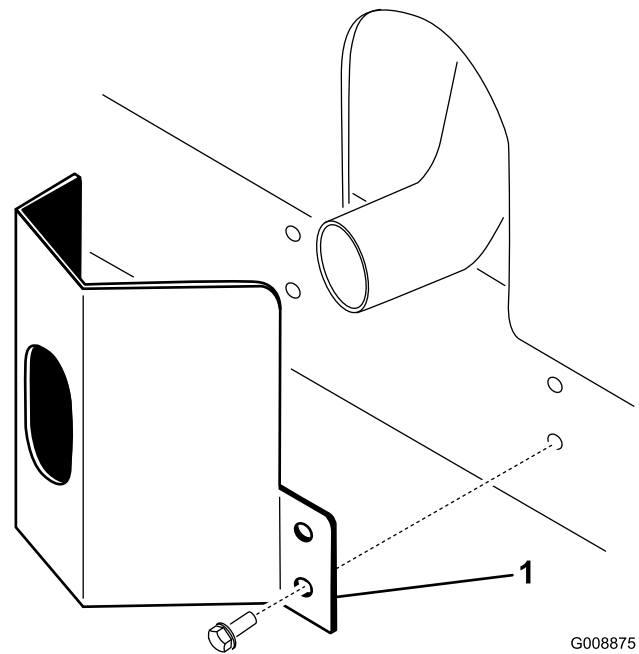

Figura 11
2. Prenda a cobertura do escape ao chassi utilizando 4 parafusos autorroscantes (Figura 11).
1. Coloque a cobertura do escape à volta da panela do escape, enquanto estiver a alinhar os orifícios de montagem com os orifícios no chassi (Figura 11).